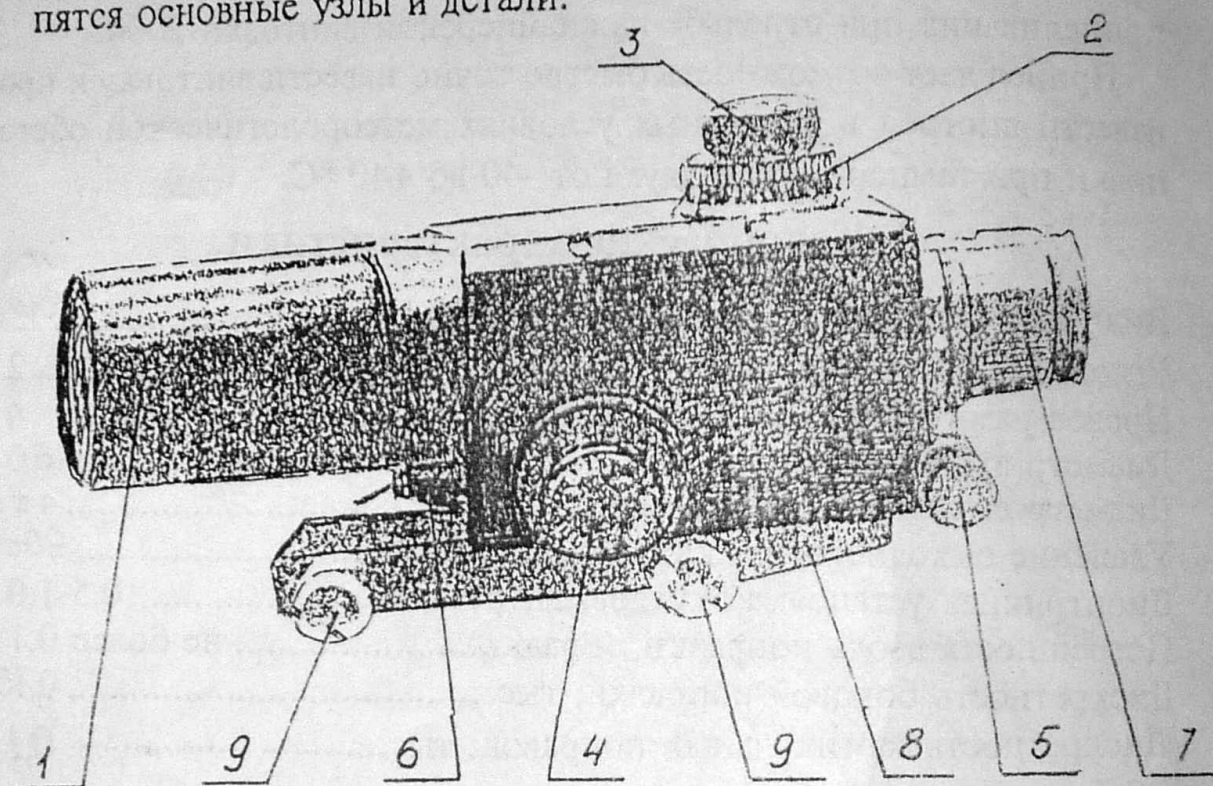

Рис. 1.
- присоединить прицел к оружию, для чего совместить паз зажимного устройства кронштейна прицела с "ласточкинским хвостом" планки винтовки, продвинуть прицел вперед до упора и закрепить его, затянув гайки 9 (рис. 1) специальным ключом или лезвием ножа;
Определить кучность боя и положение средней точки попадания. Если точка прицеливания не совпадает с положением средней точки попадания, то ключом отвинтить на 0,5...1 оборот три винта крепления маховика (см.рис.1) и, придерживая рукой шкалу, поворотом маховика совместить вершину прицельного угольника со средней точкой попадания. Затянуть винты крепления маховика.